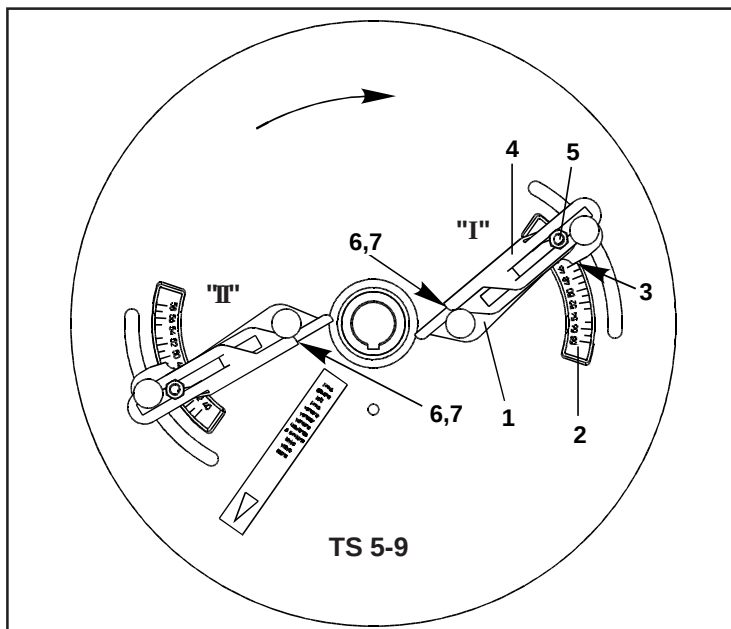

Fig. 7.23
- Afleeskant (fig. 7.23/7) van de schoep "I" op letter "D" instellen en buitenste gedeelte van de schoep vastzetten. Schoep "I" naar cijfer "50" verdraaien en vastzetten.
- Afleeskant (fig. 7.23/7) van de schoep "II" op letter "F" instellen en buitenste gedeelte van de schoep vastzetten. Schoep "II" naar cijfer "46" verdraaien en vastzetten.